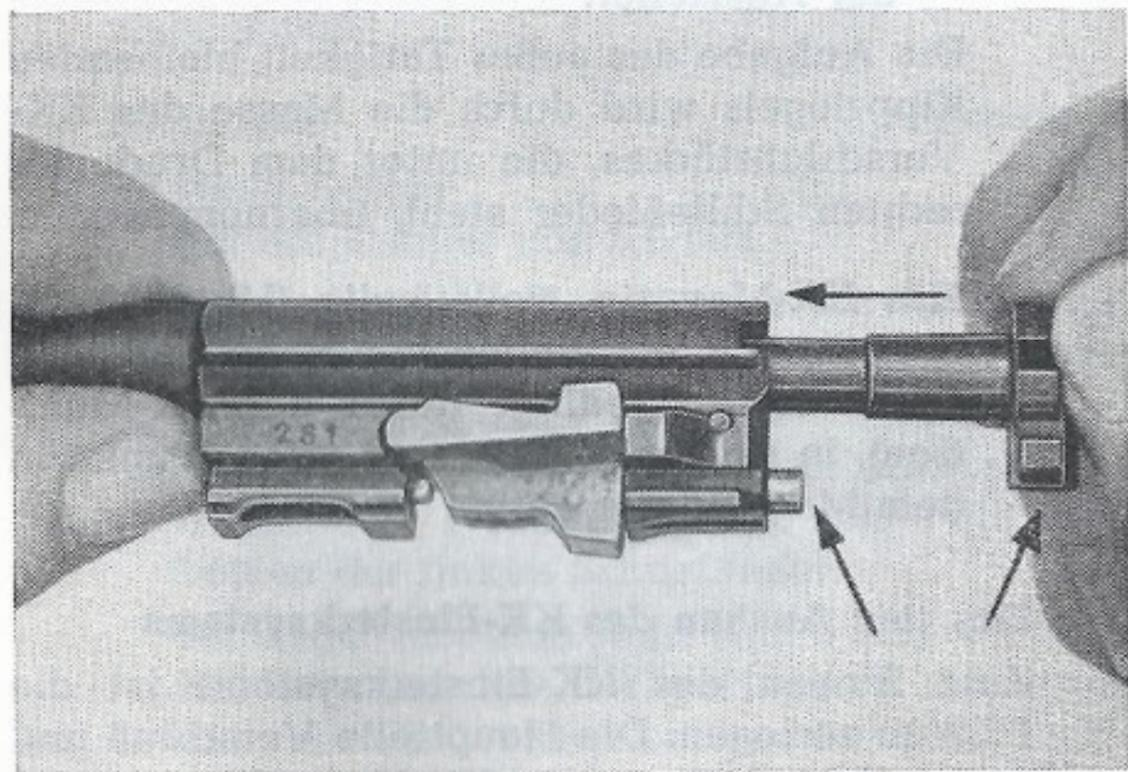

Bild 29
- a) Das KK-Rohr so in das Rohr Kaliber 9 mm schieben, daß der Ansatz des Rohrbundes nach unten zeigt und sich mit seiner Ausfräsung über den Verriegelungsbolzen schiebt (Bild 29).